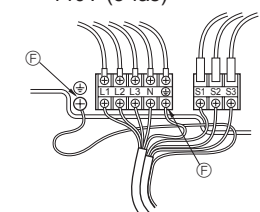

Fig. 6-2
### 6.1. Utomhusenhet (Fig. 6-1, Fig. 6-2)
- 2 Hänvisa till Fig. 6-1 och Fig. 6-2 när kablarna dras.